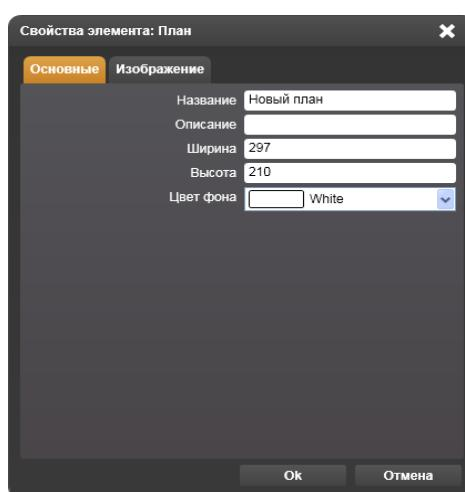
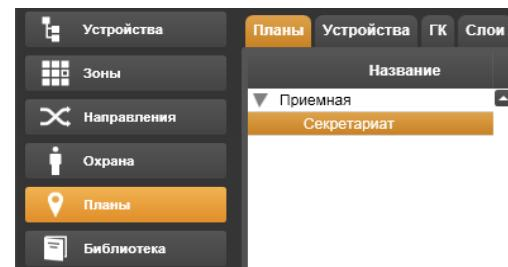

Рисунок 14.7.6 – Окно Свойства элемента:
Рисунок 14.7.9 – Дочерний план под закладкой
Кнопка – Добавить позволяет пополнять список планов в левом вертикальном поле. Если щелкнуть на этой кнопке, откроется окно Свойства элемента: План (Рисунок 14.7.6).
редактирования (Рисунок 14.7.6) того плана, который выделен в списке планов левого вертикального поля.
Выбор функции **Добавить дочерний план** позволяет особым образом пополнять список планов в левом вертикальном поле. При этом открывается окно **Свойства элемента: План** (Рисунок 14.7.6). После заполнения всех полей и щелчка на кнопке **Ok** окно закроется, а список планов пополнится новым планом, присоединенным к тому плану, который был выделен на момент создания нового плана (Рисунок 14.7.9). Эта функция позволяет производить декомпозицию сложных участков плана, укрупняя и детализируя его фрагменты.
- Присвоить новое наименование, воспользовавшись кнопкой панели инструментов или клавишей контекстного меню, выбрав функцию **Редактировать**. В открывшемся окне **Свойства фигуры: План** (Рисунок 14.7.6) заполнить все необходимые поля и щелкнуть на кнопке **Ok**. В результате в списке планов появится новый подплан, присоединенный к плану.